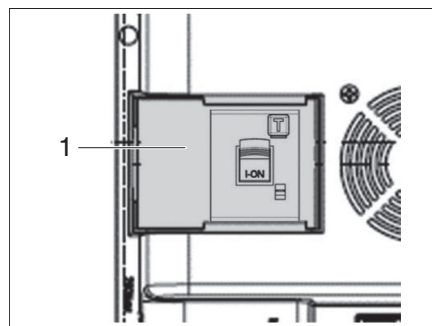

Bild 42 230-Volt-Kombi-Sicherungsautomat
Das 230-Volt-Stromnetz (Außenanschluss) ist mit einem Kombi-Sicherungsautomaten (Bild 42,1) an der E-Box ausgestattet. Dieser beinhaltet eine Fehlerstromschutzeinrichtung (FI) und den Leitungsschutz. Der Kombi-Sicherungsautomat springt bei Kurzschluss, Fehlerstrom und bei Überlastung im Leitungsnetz an.